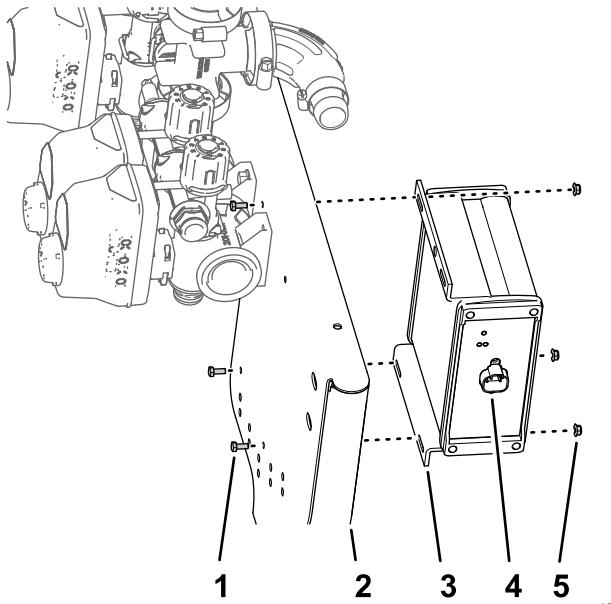

Figura 96
- Allineate il controller dell'irroratrice ASC 10 sul lato anteriore del supporto della valvola con il connettore a 4 pin verso l'esterno (Figura 96).
2. Montate il programmatore dell'irroratrice sul supporto della valvola (Figura 96) con i 3 bulloni (3 x 10 mm) e 4 dadi di bloccaggio flangiati (4 mm).